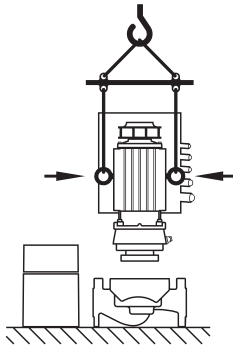

Fig. 9: Transport des Einstecksatzes
- Falls erforderlich, z. B. im Reparaturfall, können die Transportösen vom Motorflansch zum Motorgehäuse versetzt werden (siehe z. B. Fig. 9). Vor Montage der Transportösen am Motorgehäuse die Abstandhalter aus den Öffnungen für die Transportösen (Fig. 7, Pos. 20b) herauserschrauben (siehe Kapitel 10.2.1 „Gleitringdichtung wechseln“ auf Seite 45).
- Werden oder sind die Transportösen vom Motorflansch versetzt und am Motorgehäuse montiert, so sind sie nur zum Tragen bzw. Transport des Einstecksatzes (Fig. 9) zugelassen, nicht aber zum Transport der ganzen Pumpe sowie nicht zum Trennen des Einstecksatzes vom Pumpengehäuse.